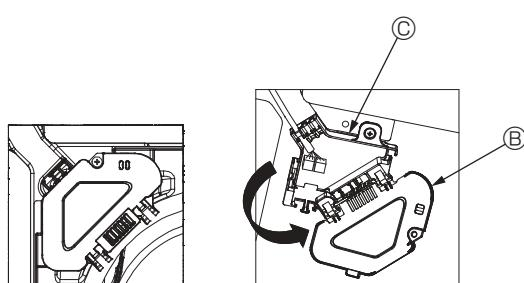

Fig. 7-5
- ③ Відкрутіть один гвинт, який кріпить кришку з'єднувальної коробки, та відкрийте її. (Fig. 7-5)
- ④ Помістіть роз'єм з'єднувального проводу в з'єднувальну коробку.
- ⑤ Встановіть кришку проводів та кришку з'єднувальної коробки.